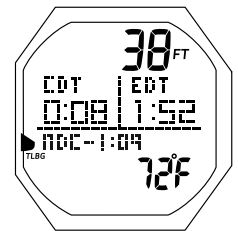

Fig. 146A - ÉCRAN PRINCIPAL PLONGÉE FREE (minuteur de compte à rebours en service)
**ÉCRAN PRINCIPAL PLONGÉE FREE : paramètres affichés (Fig. 146A/B/C)**